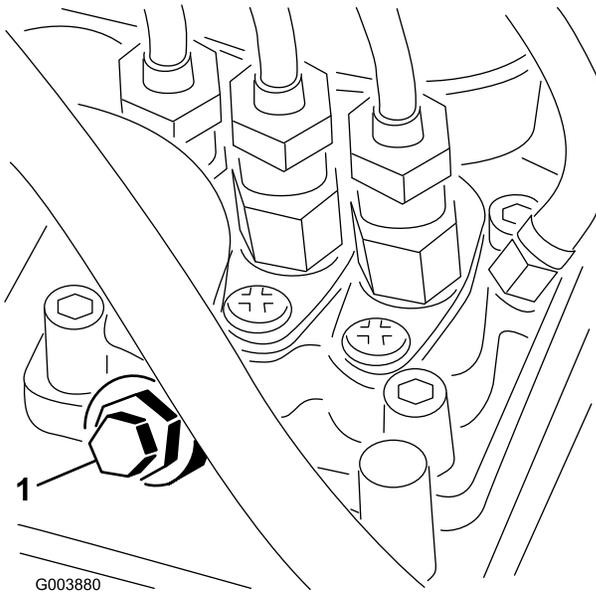

Figura 31
3. Aprite la vite di spurgo dell'aria, situata sulla pompa di iniezione del carburante (Figura 31), con una chiave di 12 mm.